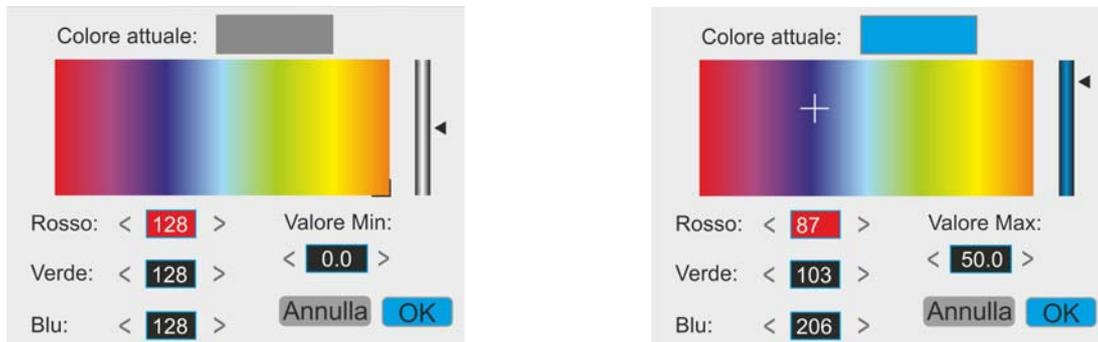

Fig. 52: Personalizzazione colori tavolozza utente – Passo 2
- I valori dei colori associati al **modello RGB** (Rosso, Verde, Blu) compresi tra **0 ÷ 255**. L’impostazione è possibile sia inserendo i valori numerici, sia toccando i cursori “+” e “◀” sullo spettro dei colori e osservando l’effetto risultante sulla barra posizionata nella parte alta del display (vedere Fig. 52 – parte destra)